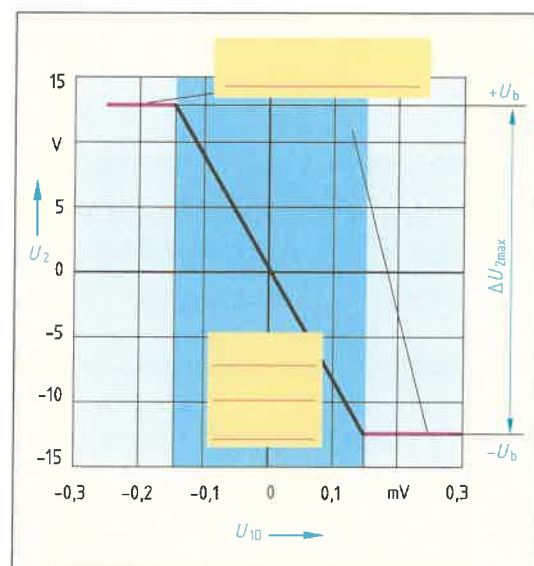

Bild 3: Kennlinie eines Operationsverstärkers
3. Die Steuerkennlinie eines Operationsverstärkers (Bild 3) stellt die Ausgangsspannung U_2 in Abhängigkeit der Differenzeingangsspannung U_{1D} dar.
- Kennzeichnen Sie in Bild 3 die Bereiche der Aussteuerung und der Übersteuerung.